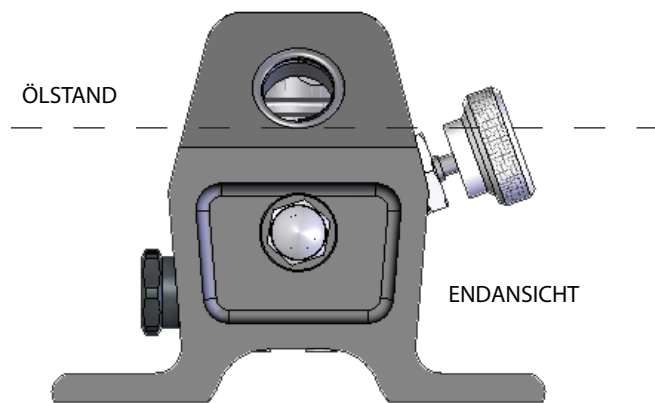

Abbildung 1
- Tankdeckel entfernen. Der Flüssigkeitsstand sollte bis an die Unterkante der Einfüllöffnung reichen, wenn die Pumpe eben und horizontal auf ihrem Sockel steht und die Zylinder eingefahren sind (siehe Abbildung 1).